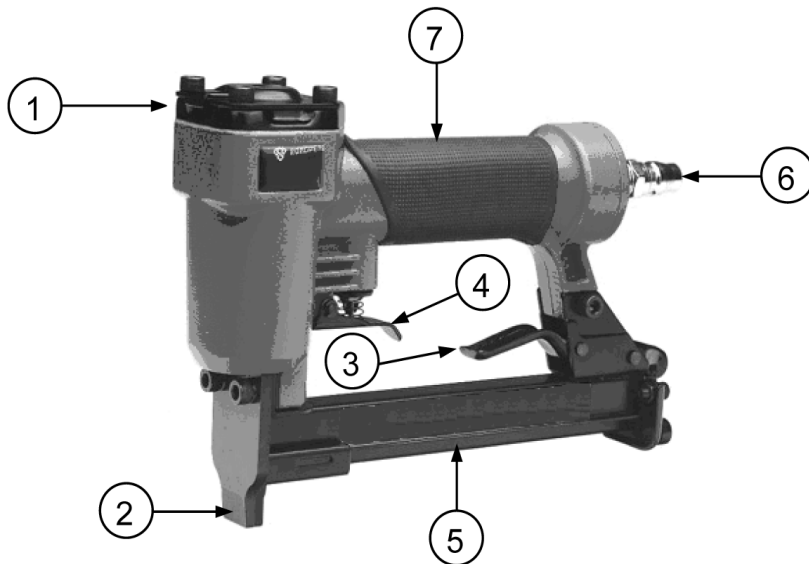

Рис. 1
- Нажать на защелку магазина 3 (Рис. 1), выдвинуть и открыть магазин.